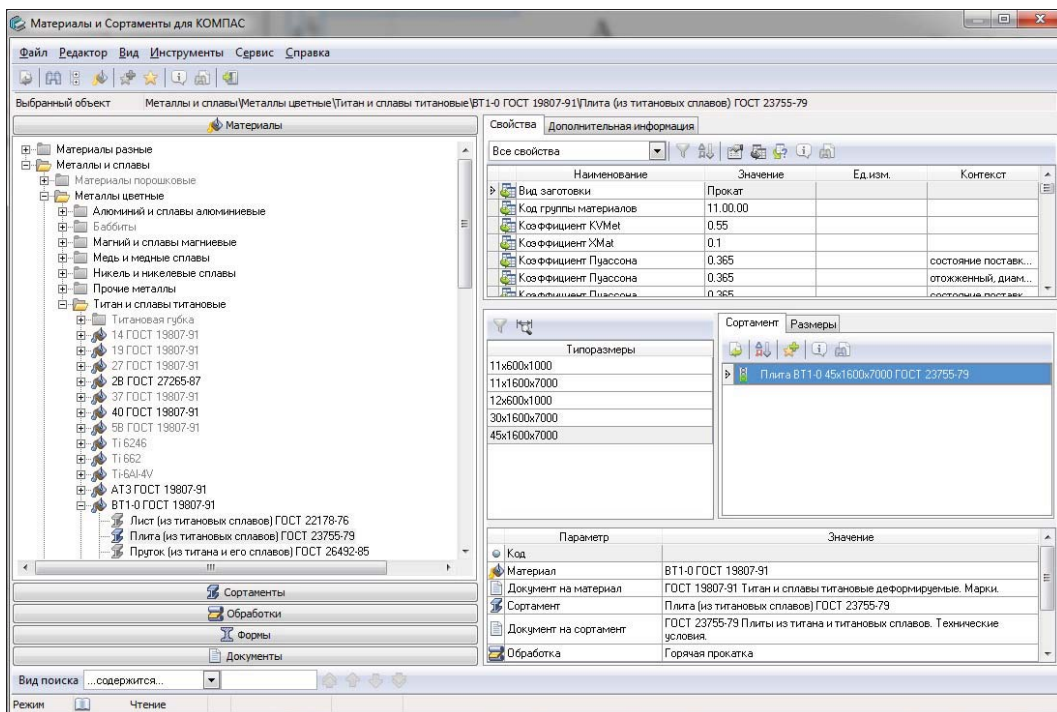

Рис. 30.12. Диалоговое окно **Материалы и сортаменты для КОМПАС** после выбора материала BT-1 0
- ◆ в строке меню окна нажмите кнопку  — **Добавить объект из справочника** и ждите, пока на экране появится диалоговое окно **Материалы и Сортаменты для КОМПАС** (рис. 30.12).
- ♦ выберите сортament **Плита (из титановых сплавов) ГОСТ 23755–79**. На **Информационной панели** система вывела в окнах физико-механические свойства, типоразмеры и параметры данного материала (рис. 30.12);